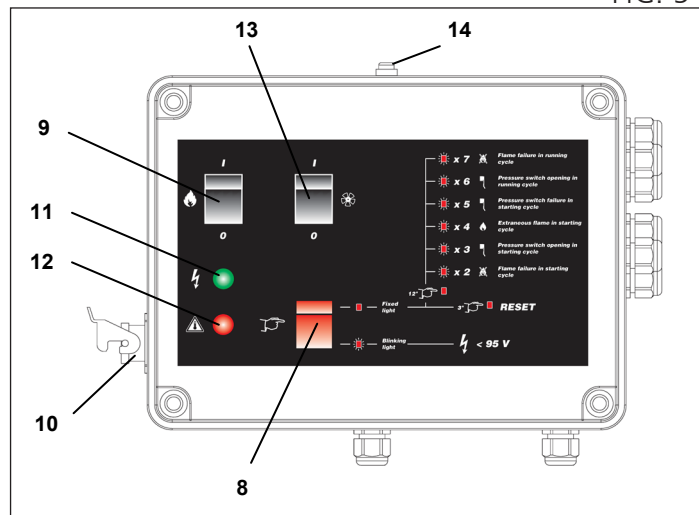

FIG. 5
• Vérifiez l'interrupteur (9) et (13) sont sur "0" (voir Fig. 5)
- Si la lampe (n° 14. La figure 5) allume, puis l'inversion de polarité
- Vérifier que l'interrupteur (#9 FIG. 5) est bien sur la position "0"
Avec le commutateur (#13 FIG. 5) sur le tableau de contrôle, sélectionner le mode post-ventilation ; c'est le temps pendant lequel le ventilateur continue de fonctionner après l'arrêt du générateur.
- lorsque l'interrupteur (#13 FIG. 5) est sur la position "0", la postventilation dure 30 secondes.
- lorsque l'interrupteur (#13 FIG. 5) est sur la position "1", la postventilation est continue.
Fermer le robinet d'alimentation du gaz, le robinet d'arrêt (f) et éteindre l'interrupteur de sectionnement (Fig. 5).